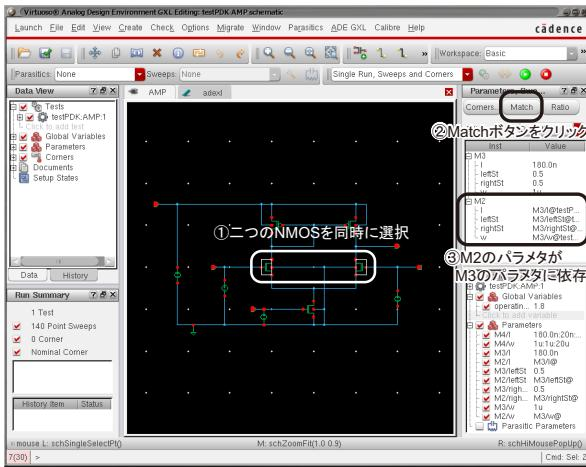

図 87: 二つのトランジスタの Match を取る
8. 次に、入力の NMOS トランジスタ差動対のパラメタを設定する。この二つのトランジスタは同じパラメタで Matching を取る必要がある。まず、二つのトランジスタを同時に選択する。やり方は左ドロップの領域選択で二つの NMOS を選択するか、一つの NMOS をクリックした後 Shift キーを押しながらもう一つの NMOS をクリックするかのどちらかでできる。二つの NMOS を選択すると、右上の小窓の Inst のところに選択した二つの NMOS のインスタンス名が表示される。ここでその上の Match ボタンをクリックすると、図 87 に示すように二つのトランジスタが Match される。それぞれのインスタンス名をダブルクリックしてプルダウンメニューを開き、片方のトランジスタのパラメタがもう片方のパラメタを引用していることを確認すること。図に示す例では、トランジスタ M2 の各パラメタがトランジスタ M3 のパラメタを引用する形になっている。